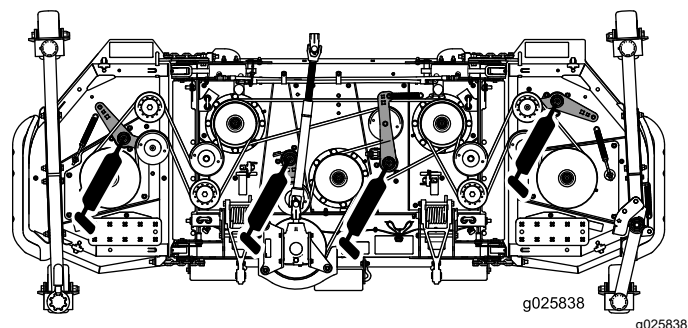

Figure 17
- Pivots de bras de renvoi (4) (Figure 17)